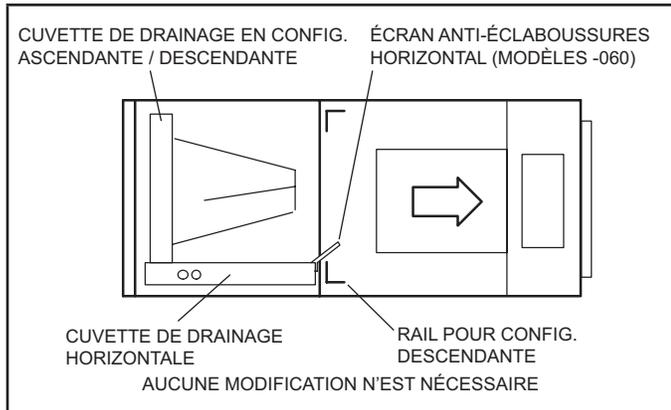

FIGURE 4. Configuration pour refoulement du côté droit
- 2 - Installez l'écran anti-éclaboussures horizontal (-060) sur le bord avant du bac de drainage horizontal comme illustré à la figure 4.